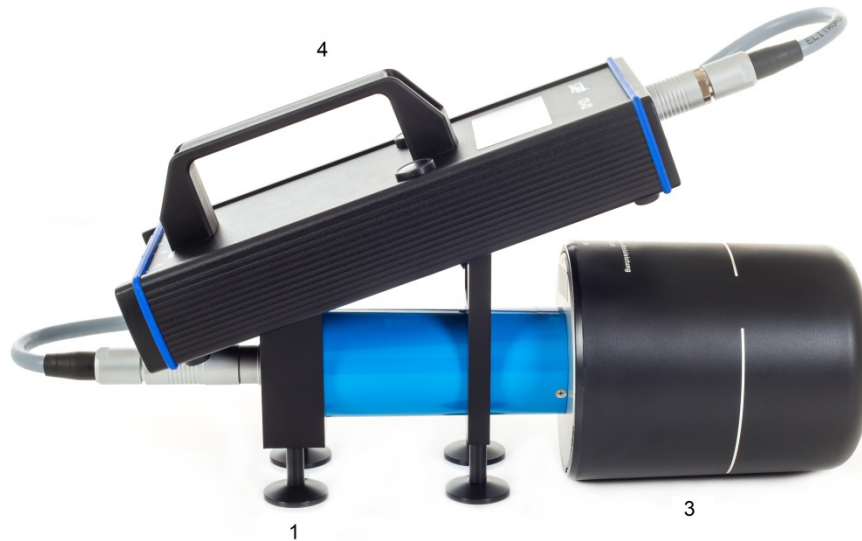

Abb. 20) Anzeigeteil und Sonde auf Geräteträger eingerastet.
Für den mobilen Einsatz ist es möglich, die Messsonde (3) mit dem Anzeigeteil (4) durch den Geräteträger (1) zu verbinden (Auslieferungszustand). Somit kann das Ortsdosimeter kompakt betrieben werden (Auslieferungszustand siehe Abb. 20).
Die Sonde ist gemäß Abb. 20 im Geräteträger zu befestigen und mit der Arretierschraube zu sichern. Danach können Sonde und Anzeigeteil mit dem Sondenkabel wieder miteinander verbunden werden.